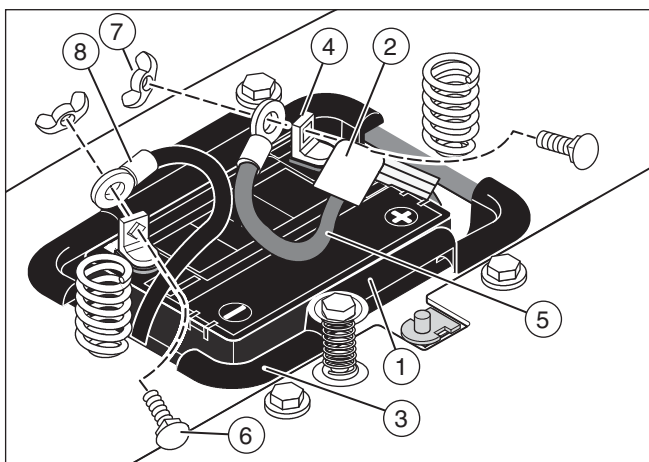

figur 3
2. Dra på höljet (3) på rattstäng (2) (figur 3). Se till att höljets fläns placeras där uppe.
3. För på ratten (1) på rattstäng.
4. Montera ratten på styrstäng med skruven (4) och brickan (6).
5. Vissa modeller har en valfri emblem (7) i påsen med delar. Klistra fast emblemet på rattens mittdel.